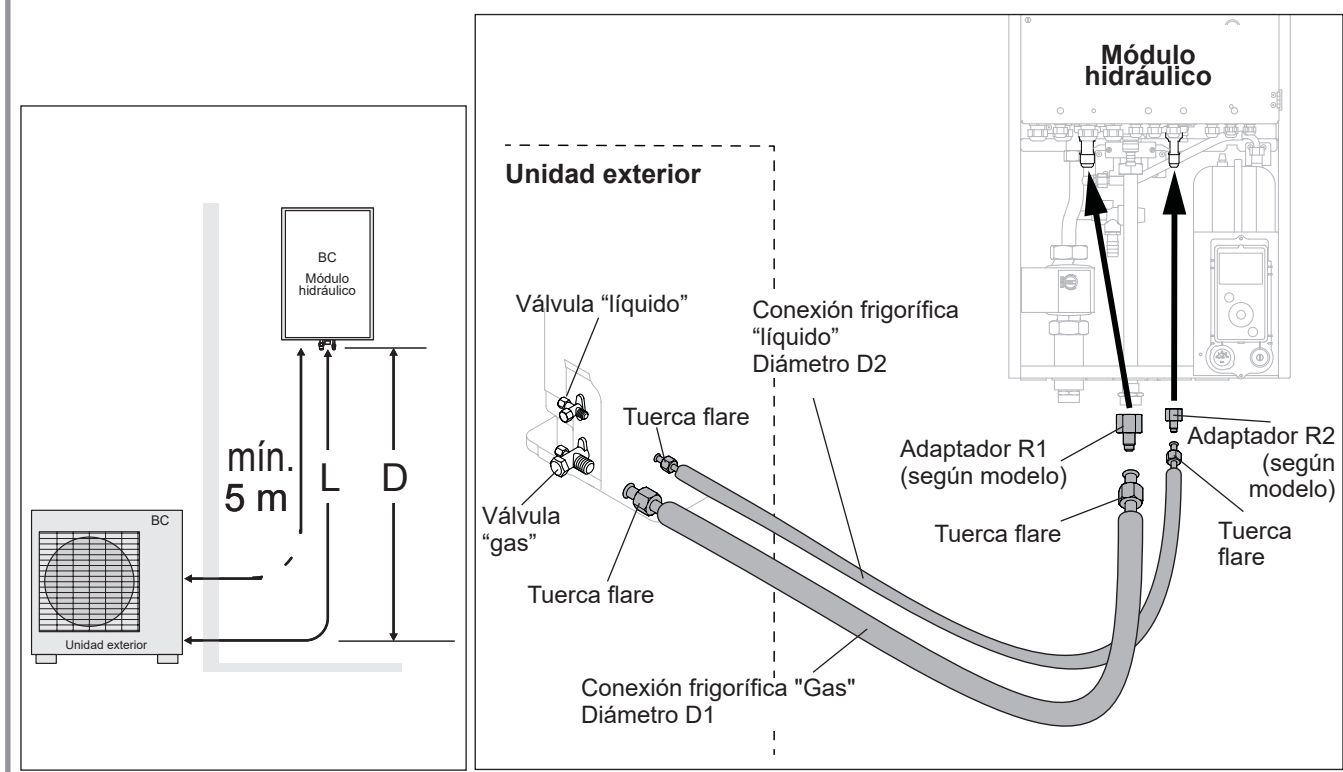

figura 21 - Conexiones frigoríficas (diámetro y longitudes permitidas)
- Según el caso, conecte un adaptador (reducción) 1/4"- 3/8" o 1/2"- 5/8" (consulte figura 21).